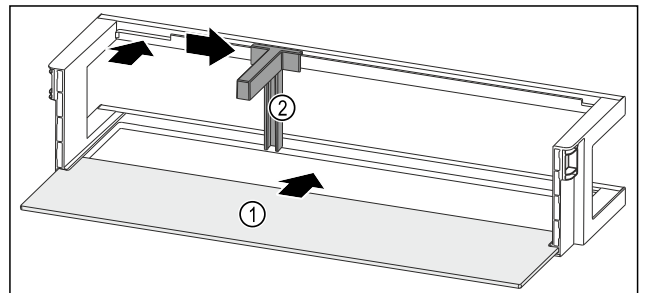

Fig. 252 带搁板的门边存放架
- ▶ 将搁板 Fig. 252 (1)推入侧面凹槽。
- ▶ 将瓶托 Fig. 252 (2)装入槽中。
- ▶ 将瓶托 Fig. 252 (2)推至一侧的所需位置。